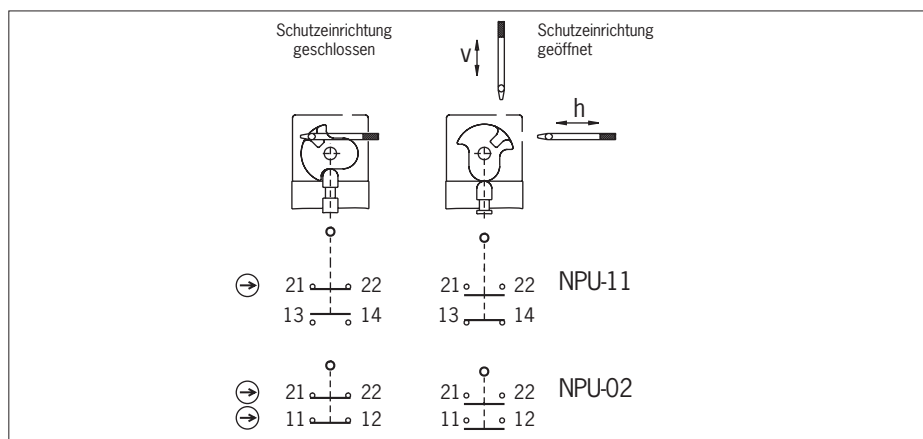

Bild 4: Schaltelemente und Schaltfunktionen
Es muss mindestens ein Kontakt (⊖) verwendet werden. Dieser signalisiert die Stellung der Schutz-einrichtung (Kontaktbelegung siehe Bild 4).
3. Anschließen und Klemmen mit 0,5 Nm anziehen (Kontaktbelegung siehe Bild 4).